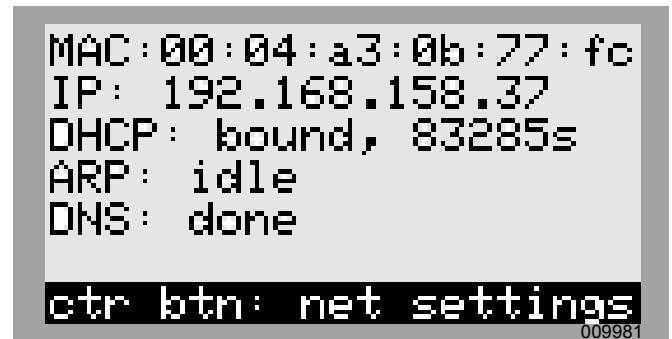

Figure 6-27. Configuration Ethernet (4 de 4)
**REMARQUE :** Voir Figure 6-27. L'écran Ethernet sur l'afficheur à cristaux liquides du Generac PWRcell indique l'adresse IP, l'adresse MAC et l'état de la connexion.